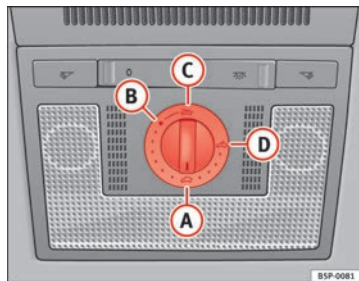

Abb. 68 Detailsicht des Dachhimmels: Drehschalter Schiebe-/Ausstelldach
- Drehen Sie den Drehschalter in Stellung **A** ⇒ Abb. 68 ⇒ ⚠.